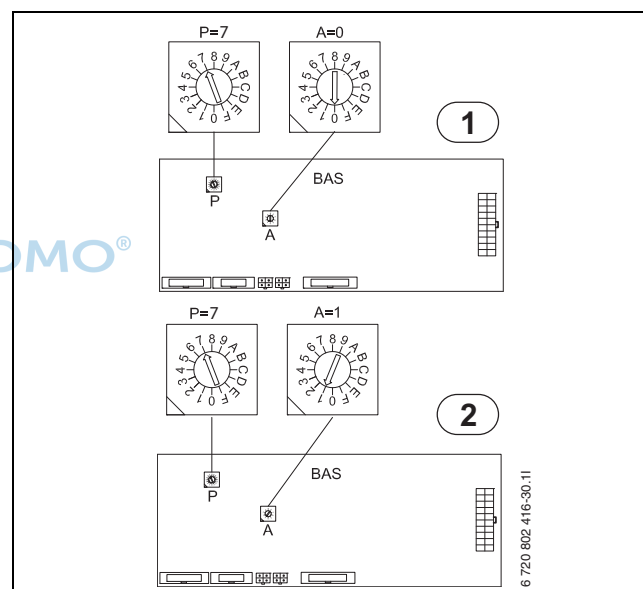

Bild 65 Adressierung von Wärmepumpe 1 und 2 bei Kaskadenschaltung.
- Die Adressierung der BAS-Karte (Wärmepumpe 2) von A=0 in A=1 ändern (→ Bild 65). Den Terminierungsschalter auf der PEL-Karte (Wärmepumpe 2) in die Position "Term" schalten.